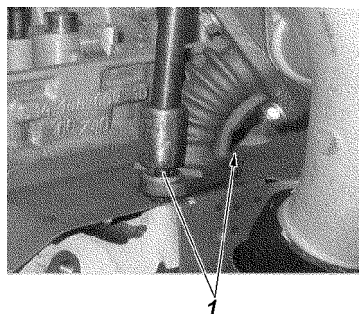

Рис. 4.169. Трубка рециркуляции:
8. Открутить две гайки 1 (рис. 4.169) крепления фланца трубки рециркуляции к выпускному коллектору. Снять клапан рециркуляции в сборе с нагнетательным патрубком и трубкой рециркуляции.